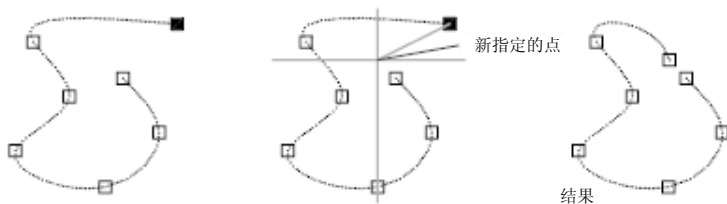

图 3-26 移动控制点
(3) 删除 (D): 从样条曲线中删除拟合点并且用其余点重新拟合样条曲线。
(4) 移动 (M): 把拟合点移动到新位置，如图 3-26 所示，并且命令行显示：